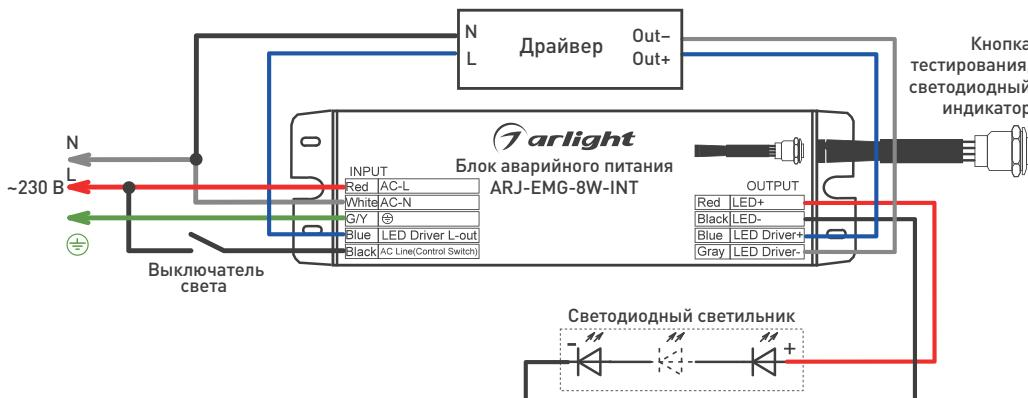

Рис. 1. Стандартная схема подключения
- 3.4. Подключите обесточенные провода электросети к источнику аварийного питания со стороны **INPUT**, соблюдая маркировку: **L** (фаза) — ко входу **AC L**, **N** (ноль) — ко входу **AC N**. Выключатель света должен быть подключен с одной стороны к **L** (фаза), а с другой — ко входу **AC Line [Control Switch]** (см. рис. 1).
- 3.5. Подключите сетевые выводы драйвера: **N** — к нейтрали сети, **L** — к сетевому проводу **LED Driver L out** блока аварийного питания, как показано на рис. 1.